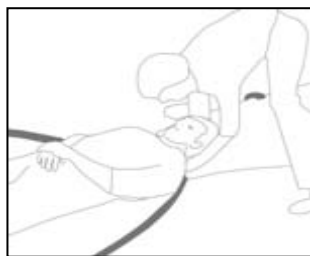

Fig. 5
- Deslize o paciente para o centro da maca. Certifique que mantém a coluna o mais recto possível (fig. 5).